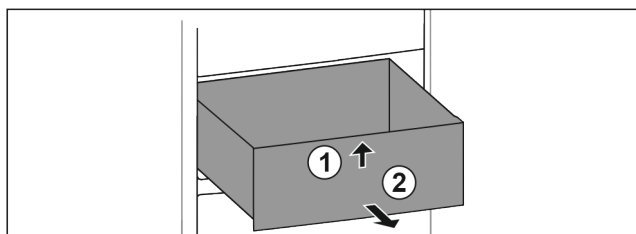

Fig. 91
- ▶ Unieść szufladę z przodu. Fig. 91 (1)
- ▶ Wyjąć szufladę do przodu. Fig. 91 (2)